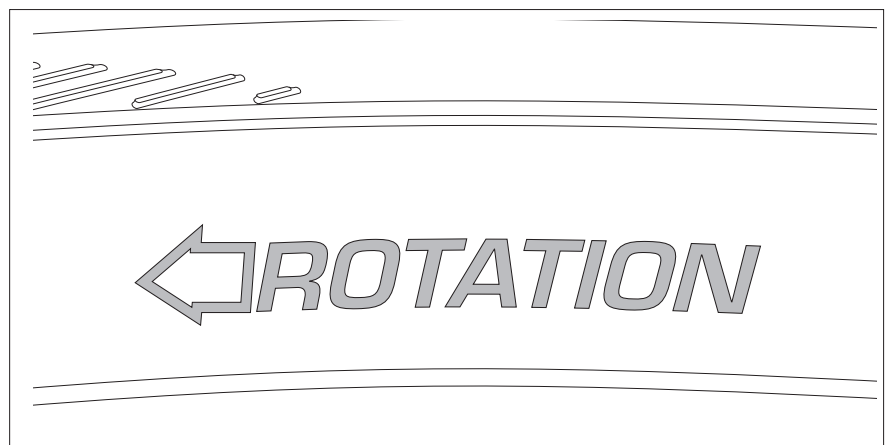

Fig.12
- Osservate sullo pneumatico il verso di avanzamento (Fig.12).